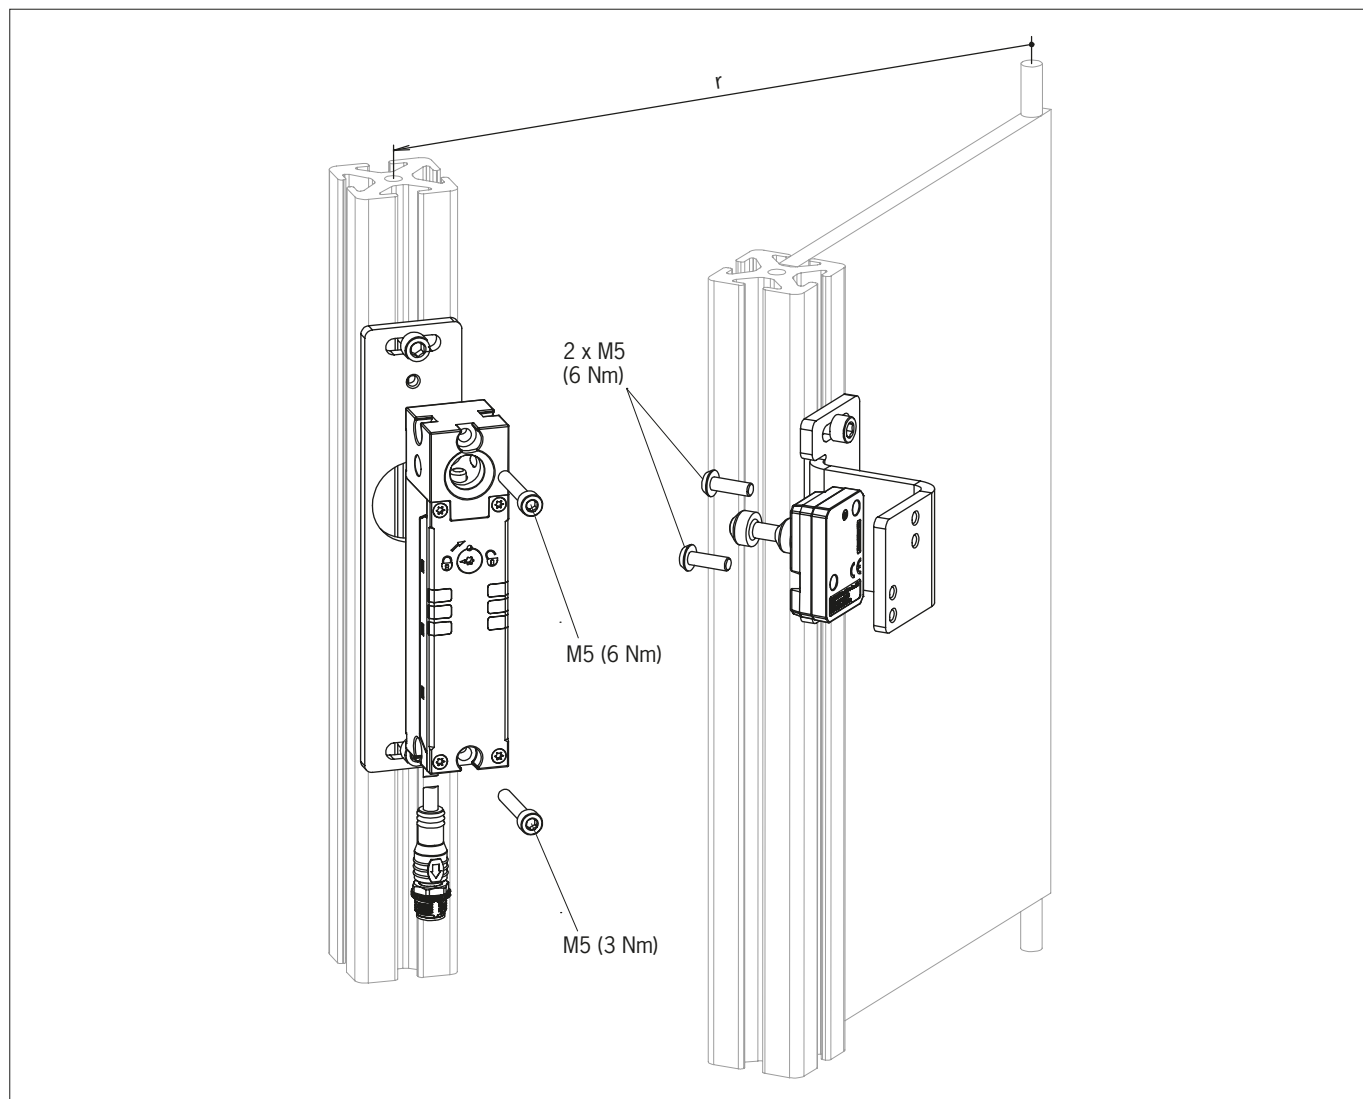

図 3: 設置例
- ▶ スwitchとアクチュエーターの取り付けのための締付トルクを順守してください (図 3 を参照)。